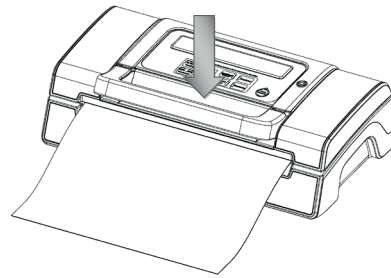

Fig. 6
6. Luk det øverste låg og tryk let, indtil der klikkes på plads på begge sider (fig. 6).